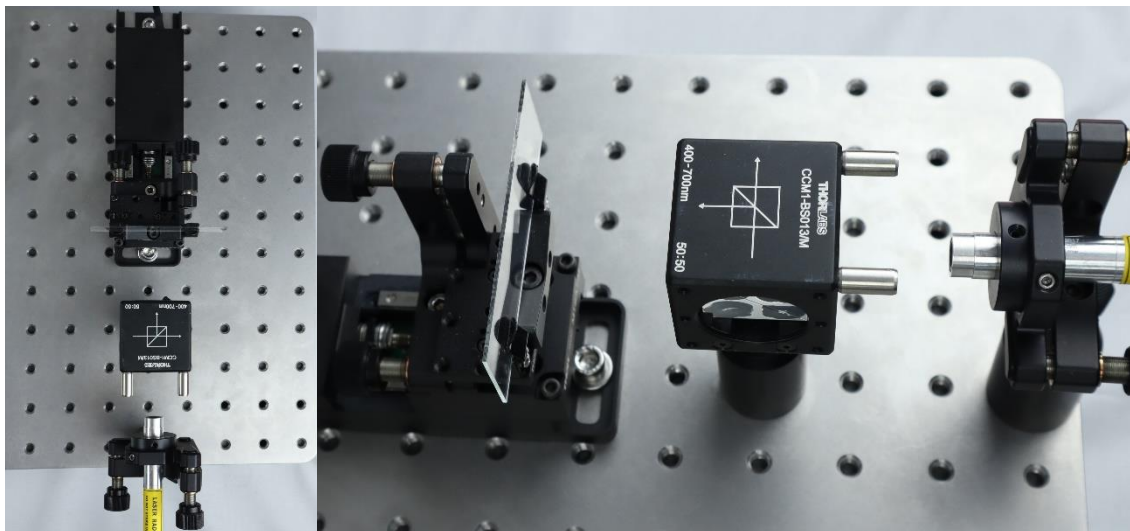

Abbildung 5: Position und Ausrichtung des Strahlteilers: links: Ansicht von oben; rechts: Ansicht von der Seite
5. Schrauben Sie den Strahlteiler 3 Löcher entfernt vom Laser auf das Breadboard und achten Sie dabei auf die korrekte Ausrichtung des Strahlteilers (s. Abb. 5).